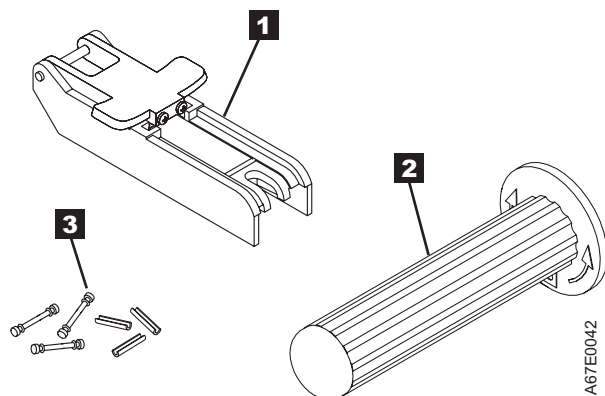

図 8-11. 先行ピン再取り付けキット
- 先行ピン取り付けツール (8-16 ページの図 8-11 の **1**)。カートリッジ・ドアを開いたまま保持するプラスチックのブレースです。
- カートリッジ手動巻き戻しツール (8-16 ページの図 8-11 の **2**)。カートリッジのハブにはめて、カートリッジの中にテープを巻いて入れたり、テープを巻いてカートリッジから出すデバイスです。
- ピンのサプライ用品 (8-16 ページの図 8-11 の **3**)。先行ピンと C クリップです。